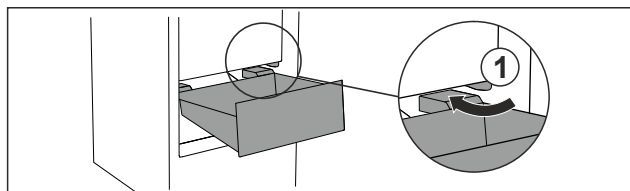

Fig. 92
- Lade schuin rond de stoppers Fig. 92 (1) leiden.